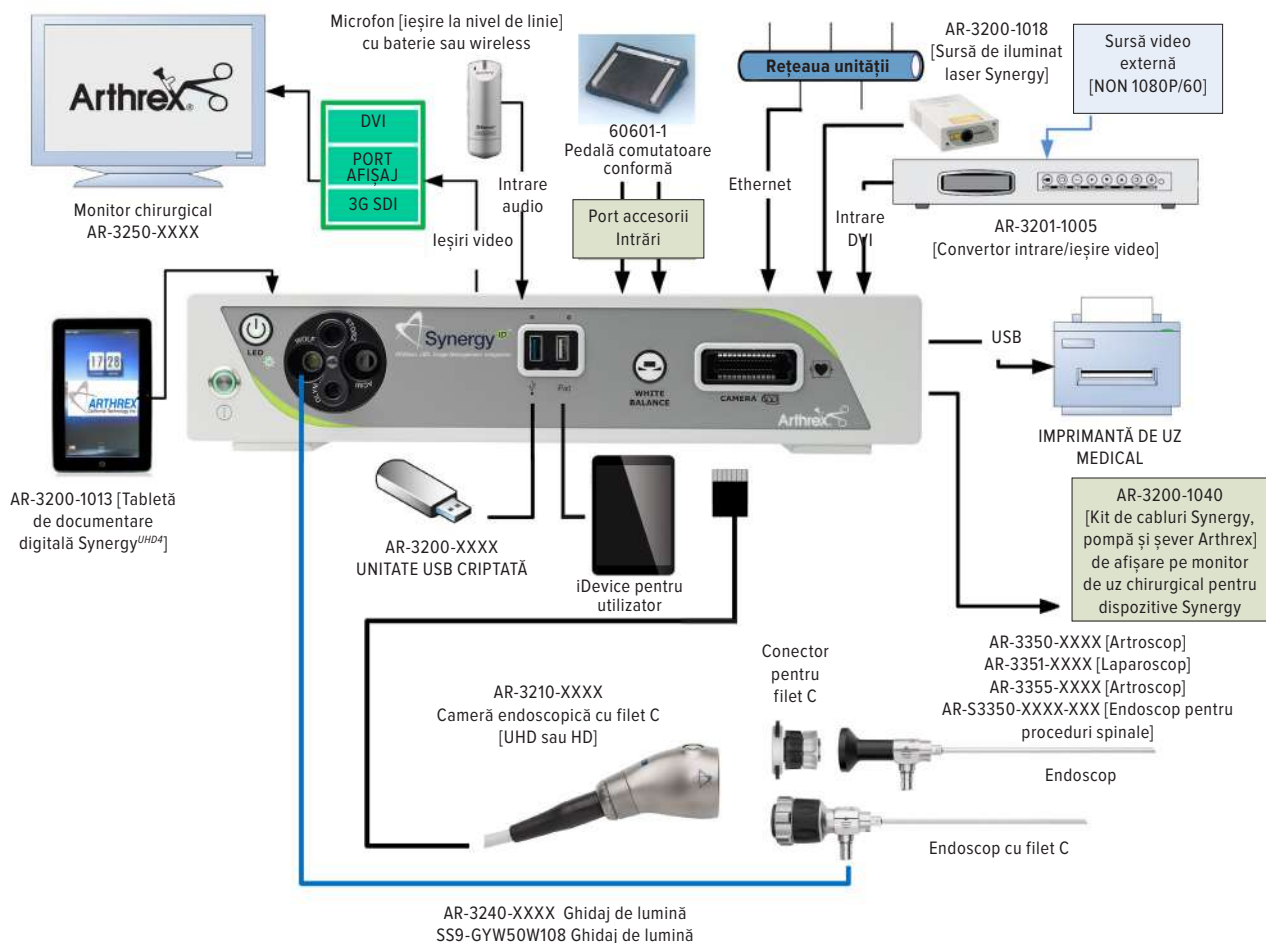

Figura 13– Diagramă de interconectare tipică Synergy^{HD} cu tabletă de documentare digitală OPȚIONALĂ [Camere endoscopice cu filet C]
1. **Butonul 1** – Buton programabil de activare a diverselor funcții ale camerei. Consultați Figura 13 – Diagramă de interconectare tipică Synergy^{ID} cu tabletă de documentare digitală OPȚIONALĂ [camere endoscopice cu filet C] pentru informații privind programarea.
2. **Butonul 2** – Buton programabil de activare a diverselor funcții ale camerei. Consultați Figura 13 – Diagramă de interconectare tipică Synergy^{ID} cu tabletă de documentare digitală OPȚIONALĂ [camere endoscopice cu filet C] pentru informații privind programarea.